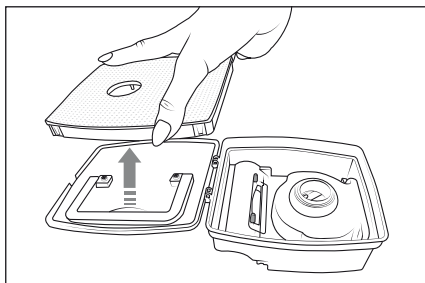

Fig. 9
- 4) Scoateți filtrul EPA 7 din capacul recipientului de praf 12 (a se vedea fig. 9).